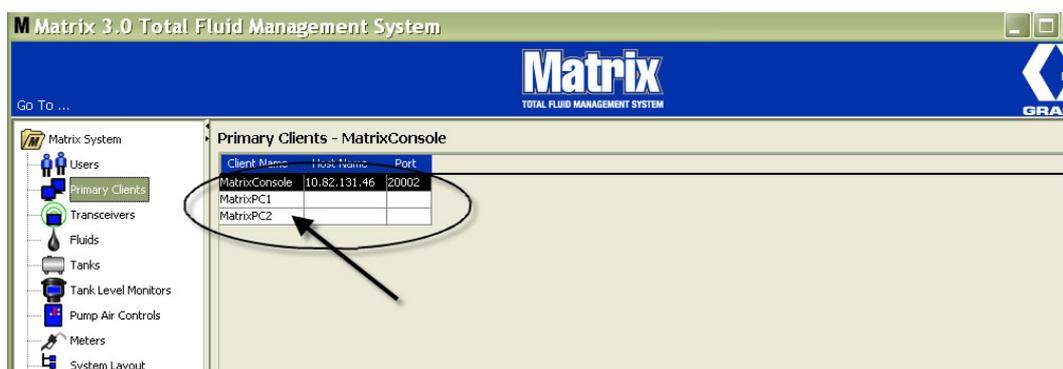

ABB. 81
- Der neue Primär-Client wird am Ende der Liste des Primär-Client-Fensters hinzugefügt (ABB. 81). Beachten Sie, dass nach dem Eingeben eines neuen Primär-Client-Namen die Felder für Hostnamen und Port des neuen Primär-Client leer sind. Diese Felder werden automatisch ausgefüllt, wenn sich der Primär-Client das nächste Mal mit der Matrix Service Engine verbindet.